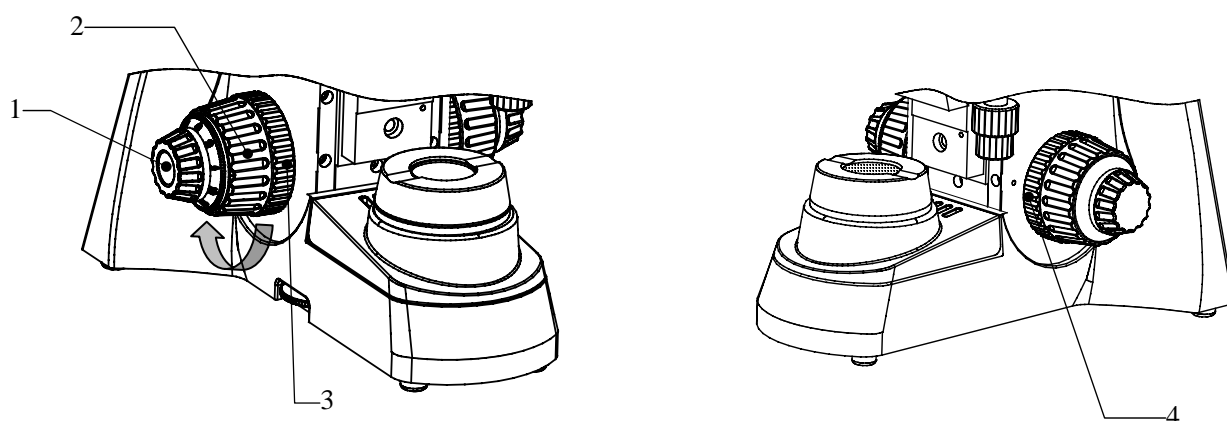

图. 7
- (1) 粗动调焦由位于架身两侧的粗动手轮2实现，微动调焦由同轴的微动调焦手轮1实现，顺时针旋转粗动或微动手轮使载物台上升，反之则使载物台下降。微动手轮的最小格值是  $2\mu\text{m}$ 。见图 7。
- (2) 旋转物镜转换器，将 10 倍物镜移入光路（当旋转到位时，物镜会自动卡位）。
- (3) 旋转粗动调焦手轮2，将载物台升至最高点。然后通过目镜进行观察，慢慢旋转粗动调焦手轮，降低载物台，当视场中出现标本像时，停止旋转粗动调焦手轮。
- (4) 旋转微动调焦手轮1，进行精确调焦，使标本像清晰。
- (5) 按图示方向锁紧载物台升降限位手轮3。这项调节可以确保在使用工作距离比较短的物镜时不至于会碰到台面或试样。当更换物镜后，就可以方便地旋转粗动调焦手轮至预设位置，然后利用微动调焦手轮调焦，可以快速地观察到试样的显微图像。
- (6) 粗动手轮松紧调节：仪器在出厂之前，粗动手轮2已经预设到一个松紧程度适中的位置。如果您希望调节其松紧，可以调节松紧调整手轮4，逆时针旋转可以使粗动手轮旋转时加重，反之则使粗动手轮旋转时变轻，图示箭头方向表示减轻粗动手轮。见图 7。